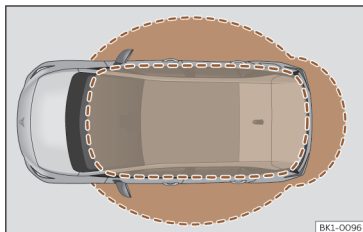

Abb. 71 Keyless-Access: Näherungsbereiche.
- Das Fahrzeug wird entriegelt, wenn der Zündschlüssel in einem Bereich in der Nähe erkannt wird >>> (Abb. 71). Alle Blinker des Fahrzeugs blinken zweimal.